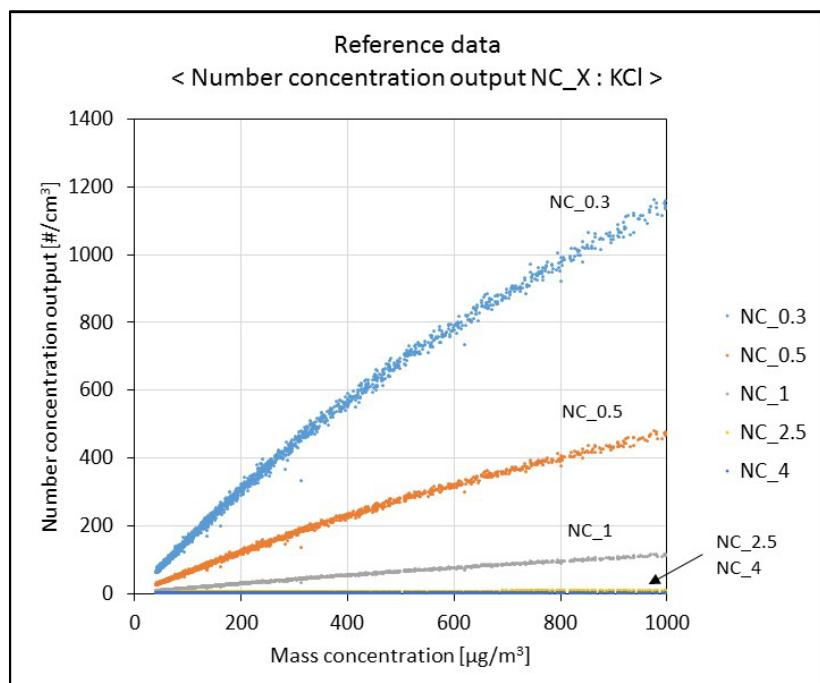

Fig. 15. 個数濃度出力 : KCl (Number concentration output : KCl)
- Fig. 15の個数濃度出力 (NC\_X) のグラフについては、単位を [0.1個/cm3] から [個/cm3] に変換してプロットしています。
- In the graph of number concentration output (NC\_X) in Fig. 15, the unit of measurement data is converted from [0.1 pcs/cm3] to [pcs/cm3].